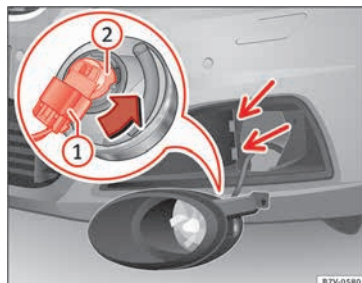

Abb. 111 Glühlampe im Scheinwerfer auswechseln.
3. Scheinwerfer ein wenig nach vorn klappen und aus den seitlichen Aufnahmen » **Abb. 111** (kleine Pfeile) herausziehen.
4. Anschlussstecker » **Abb. 111** ① entriegeln und abziehen.
5. Lampenträger » **Abb. 111** ② in Pfeilrichtung bis zum Anschlag nach links drehen und zusammen mit der Glühlampe nach hinten herausziehen.
8. Anschlussstecker » **Abb. 111** ① auf den Lampenträger ② stecken. Der Anschlussstecker muss hörbar einrasten.
9. Scheinwerfer in die Aufnahmen » **Abb. 111** (kleine Pfeile) stecken und nach hinten klappen.